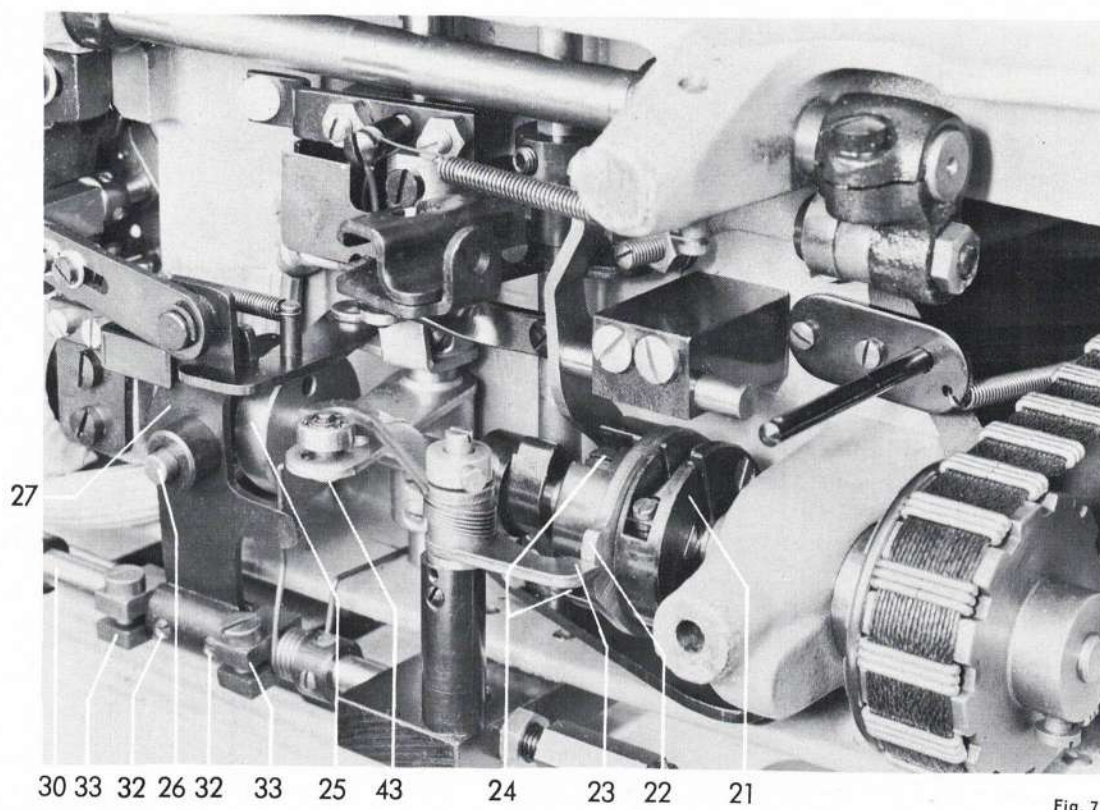
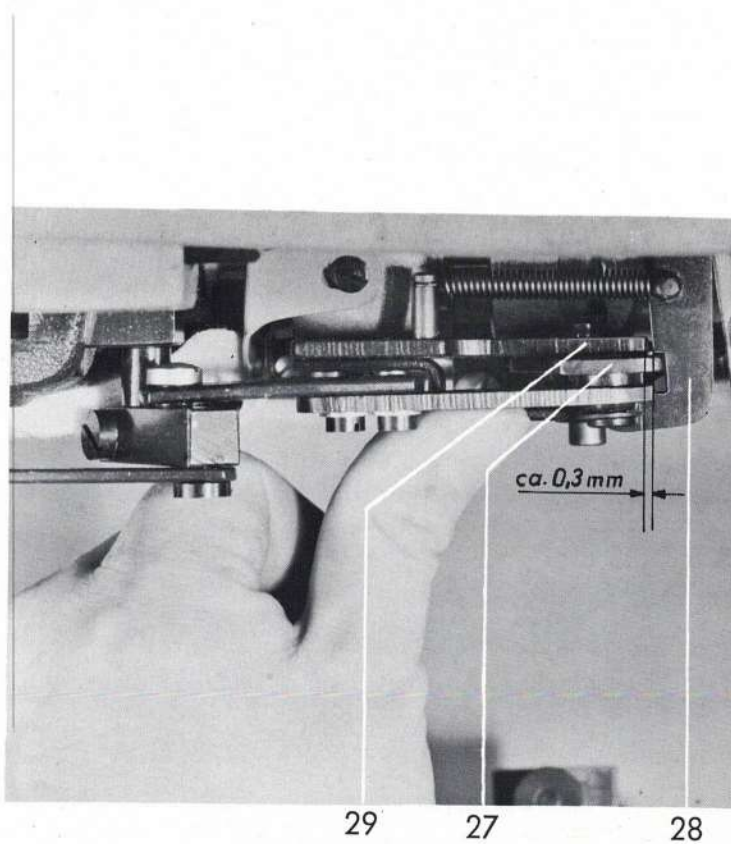
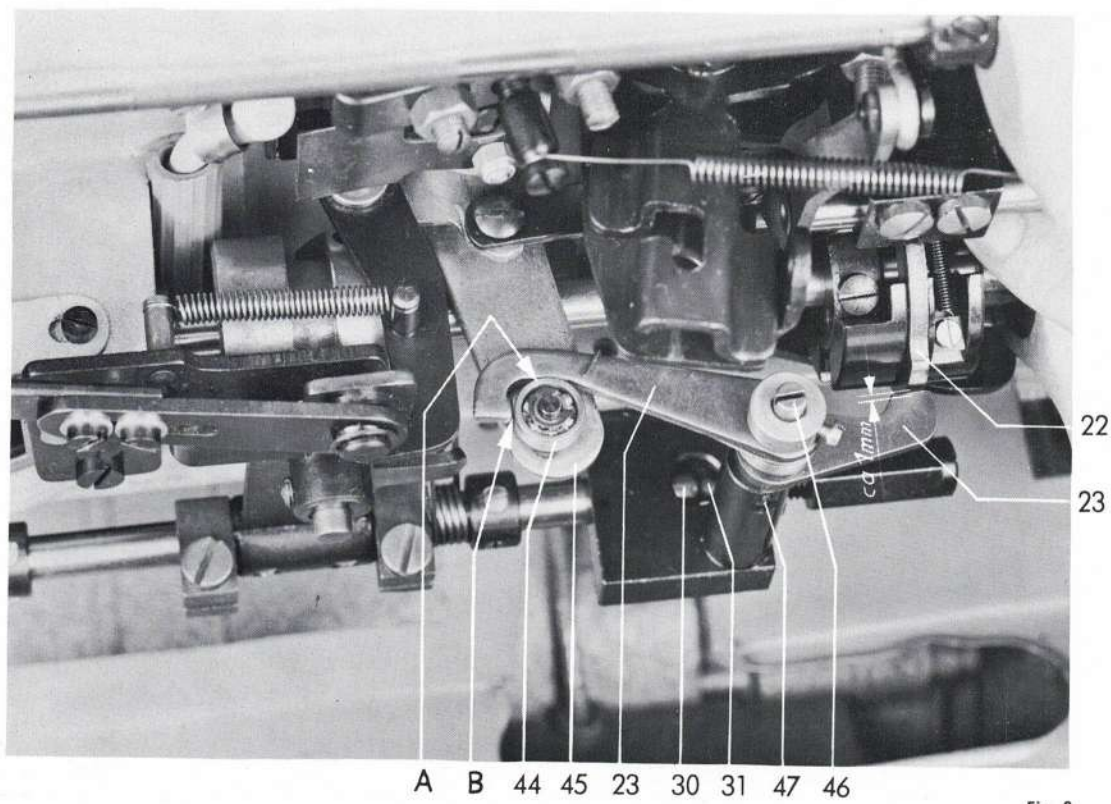
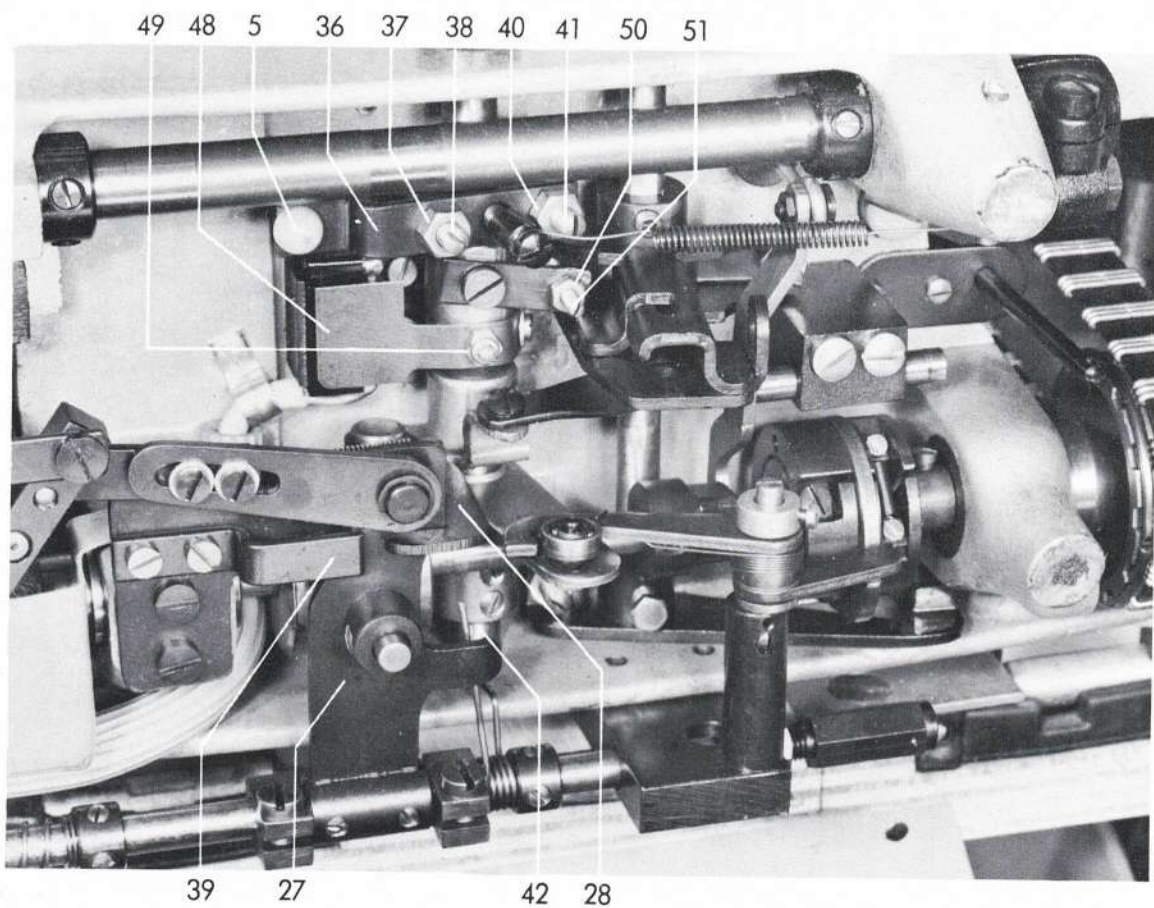

Fig. 7
Fig. 8
Fig. 9
Fig. 11
a) Ajuste del peso centrífugo 21 (fig. 7)
Cuando la barra de aguja, bajada girando el volante de mano en el sentido de rotación, se encuentra aproximadamente 5 mm antes de su punto muerto inferior, el centro de la leva 22 (fig. 7) del disco de disparo del peso centrífugo debe colocarse encima de la palanca de disparo 23. El ajuste puede hacerse después de aflojar los dos tornillos de fijación 24.
b) Ajuste longitudinal de la leva 25 (fig. 7) sobre el eje inferior
Al colocar la leva 25, girando el volante de mano, de tal modo que la parte derecha de su paso se encuentre bajo el rodillo o el bulón del rodillo 26, y después de conducir el rodillo en el paso de la leva bajando la chapa 27 (fig. 8), la chapa 27 (fig. 8) debe tocar la palanca de embrague 28 y la distancia entre la palanca 28 y el canto derecho de la placa de recepción 29 debe aumentarse a aprox. 0,3 mm. Además, en esta posición, la barra 30 (fig. 9) para el mando de la cuchilla debe estar en contacto con el bulón-tope 31. La distancia de aprox. 0,3 mm se necesita para que al estar el dispositivo corta-hilos embragado, la palanca 28 (fig. 8) pueda quitar la placa de recepción 29 libremente cuando la chapa 27 se encuentre cerca de su posición final a la derecha. Para corregir este ajuste, aflojar los dos tornillos de fijación de la leva 25 (fig. 7), las dos espigas roscadas 32 en la chapa conmutadora 27 y el bloque de apriete 33 y desplazar según necesidad la leva 25 junto con la chapa 27.
d) Ajuste de la palanca de mando 36 (fig. 11)
1. Al estar la palanca de mando embragada, es decir al estar la pieza de presión 5 empujada hacia arriba hasta el tope, la palanca de embrague 28 (figs. 8 y 11) debe ser tirada hacia arriba de tal modo que, al seguir girar la máquina, su muesca pueda libremente colocarse detrás de la chapa de recepción 29 (fig. 8) y bloquear así la palanca 3 (fig. 11) en su posición embragada.
2. Al estar la palanca de mando 36 (fig. 11) desembragada, es decir al estar bajada hasta el tope, la chapa 27 debe tocar la chapa 39 y la palanca 28 debe desplazarse a la derecha libremente, para que el muelle pueda tirarla de nuevo sobre la chapa conmutadora 27. El ajuste se hace regulando el tornillo-tope 41 después de aflojar la contra tuerca 40.
Los tornillos de fijación de las palancas sobre el eje 42 (fig. 11) se encuentran sobre las superficies planas.
e) Ajuste de la palanca de disparo 23 (fig. 9)
Al encontrarse la leva 22 del disco de disparo encima de la palanca de disparo 23 (fig. 9) y al estar, en esta posición, la leva de desembrague 22 empujada a mano hacia arriba hasta el tope, la palanca 23 debe apoyarse en punto "A" (fig. 9) en el anillo exterior del cojinete de bolillas y la distancia ~~entre~~ entre la leva 22 y la palanca 23 debe aumentarse a aprox. 1 mm.
Para efectuar este ajuste, aflojar la tuerca 43 (fig. 7) y desplazar el cojinete de bolillas 44 (fig. 9) en la palanca de bloqueo 45. Además, girando el bulón excéntrico 46, ajustar la palanca 23 de tal modo que la distancia entre el anillo exterior del cojinete y el punto "B" de la palanca 23 se aumente de 0,3 a 0,5 mm (ver la fig. 9). El bulón 46 puede girarse después de aflojar la espiga roscada 27.
Después de haber efectuado los ajustes precedentes y al estar la leva de disparo 22 empujada hacia arriba a mano, o ocupa la posición en la cual no puede ser eficaz, el equipo de embrague debe estar bloqueado, cuando la palanca de mando 36 (fig. 11) se empuje hacia arriba. Si, en cambio, la palanca de disparo 23 (fig. 9) se acciona por la leva 22, el equipo debe embragarse al alzar la palanca de mando 36 (fig. 11).
La palanca de disparo 23 (fig. 9) debe desplazarse libremente, para que pueda volverse a su posición de reposo por la presión del muelle.
Aflojar la espiga roscada y ajustar el bulón de rodillo 26 (fig. 7) en la chapa conmutadora 27 de tal modo que al estar el equipo de embrague bloqueado y la pieza de presión 5 (fig. 11) empujada hacia arriba, la distancia entre el frente del rodillo y el diámetro exterior de la leva 25 (fig. 7) se aumente a aprox. 0,5 mm. Esto asegura que al tratar de embragar el dispositivo de corte durante el funcionamiento de la máquina, el rodillo no puede introducirse en el paso de la leva.
Al accionar la palanca-rodillera o al embragar el corta-hilo pisando hacia atrás el pedal del motor, el microconmutador, colocado bajo el muelle de láminas 48 (fig. 11) embraga el motor.
Ajustar el muelle de láminas 48 de tal modo que al embragar el dispositivo de corte el microconmutador no funcione antes de que la palanca 28 (figs. 8 y 11), empujada hacia arriba, pueda apoyarse detrás de la placa de recepción 29 (fig. 8). Esto significa que el microconmutador debe funcionar solamente en el último momento.
El ajuste del muelle de láminas 48 (fig. 11) se hace girando la tuerca 49.
Cuando el mecanismo de embrague del corta-hilos está asegurado por la palanca 28 (figs. 8 y 11) y la presión de embrague de la palanca de mando 36 no es más eficaz, el microconmutador debe quedarse embragado.
El momento de seteo de movimiento puede determinarse girando la leva 25 (fig. 7) sobre el eje inferior.